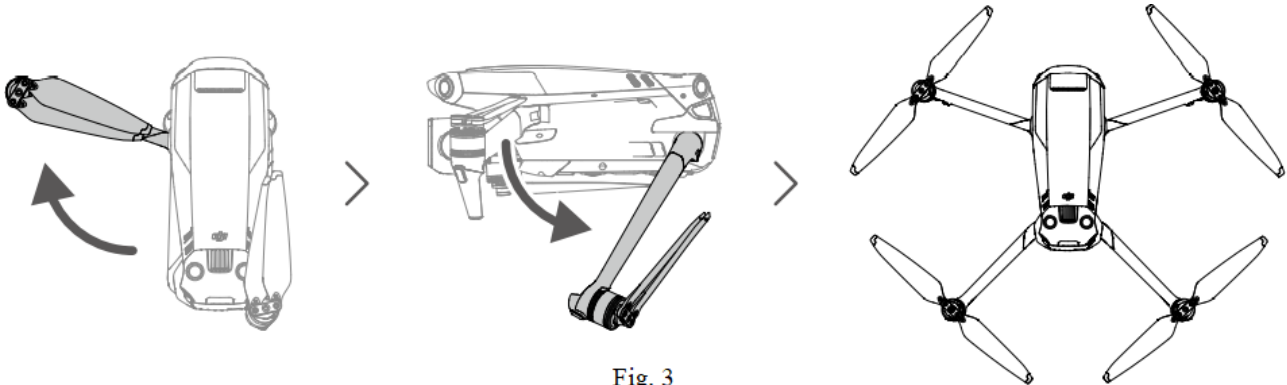

Fig. 3
3. Depliem brațele frontale, urmate de brațele din spate, apoi palele elicei (Fig. 3).